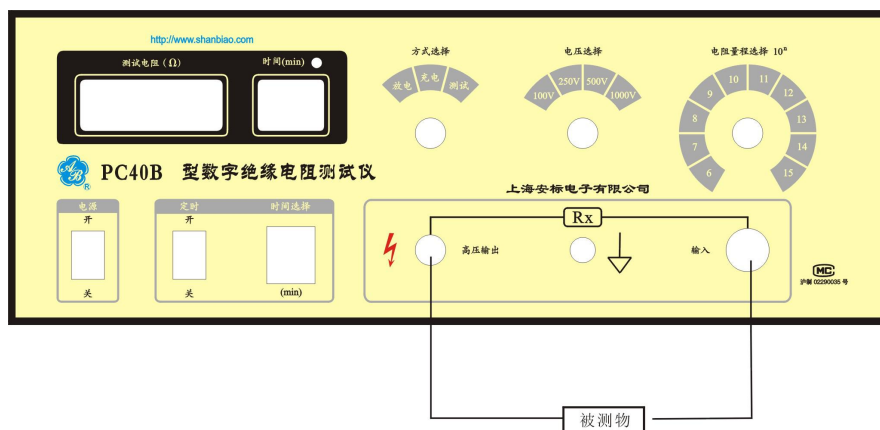

图3 测电阻
5.1.1 测量电工产品和各类元器件的绝缘电阻（如要测量大于 $10^{10}\Omega$ 电阻时，应将被测物屏蔽，以免外界干扰而影响正常测试），接线如图3。